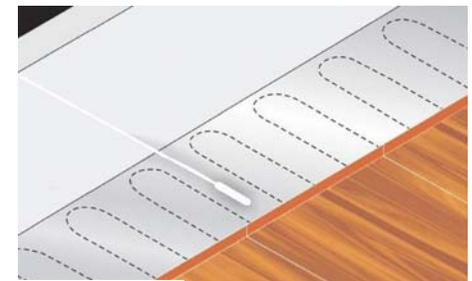

Figura 3
- En la instalación de la sonda de temperatura se debe hacer una regata en el aislamiento de manera que el bulbo de la sonda quede al nivel del aislamiento, y se debe poner la sonda **sin cruzar con los cables de la malla de aluminio** (Figura 3).